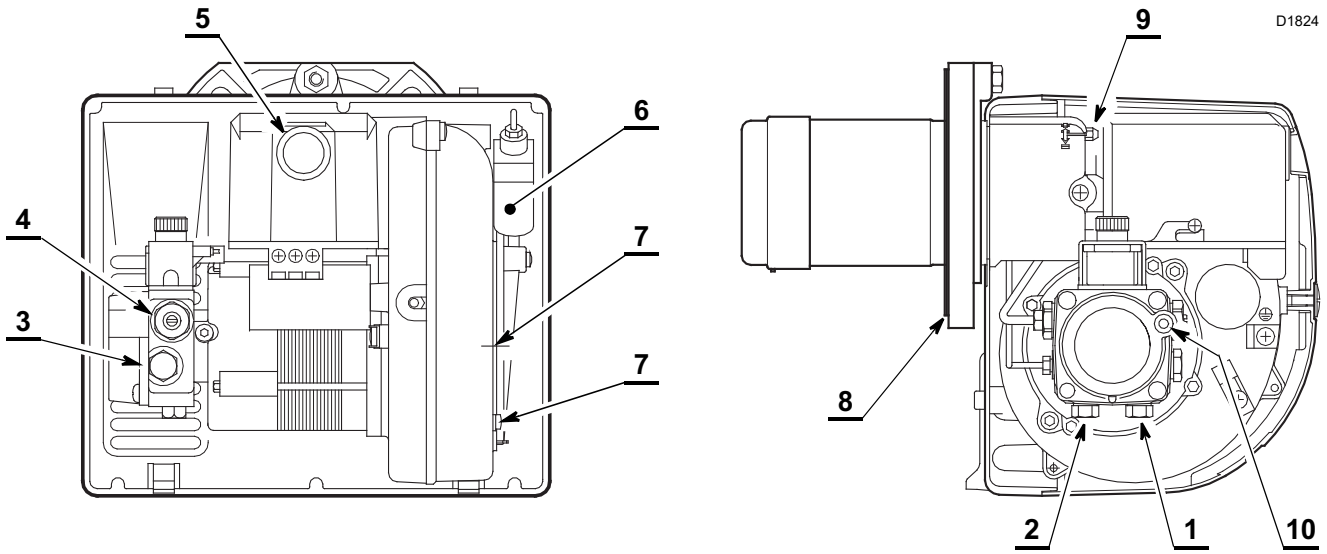

Fig. 1
**Fonctionnement vérin air 7)(Fig. 1)**